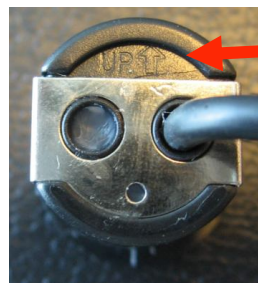

Fig.3
4. Let op het TOP-teken achter op de sensoren. (fig.3)